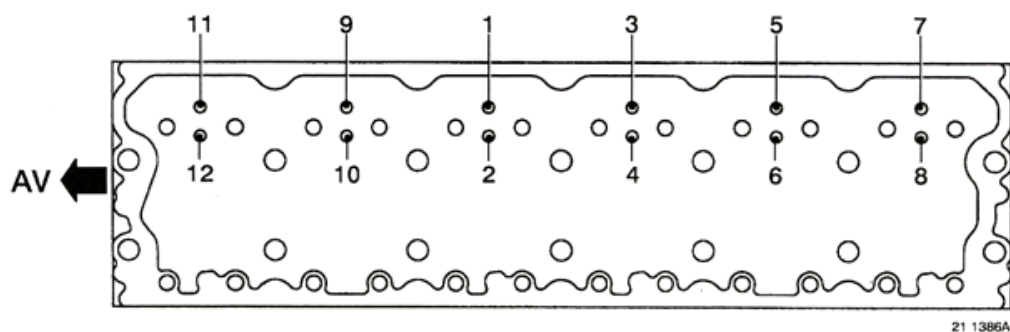

图 16 摇臂轴带摇臂总成安装螺栓位置
8.20.2 将 12 个摇臂支座螺栓按图 16 中 9、10、1、2、11、12 和 5、6、7、8、3、4 顺序拧紧螺栓，拧紧力矩为： $65\text{N}\cdot\text{m} \pm 6.5\text{N}\cdot\text{m}$  再紧  $90^\circ \pm 6^\circ$ 。